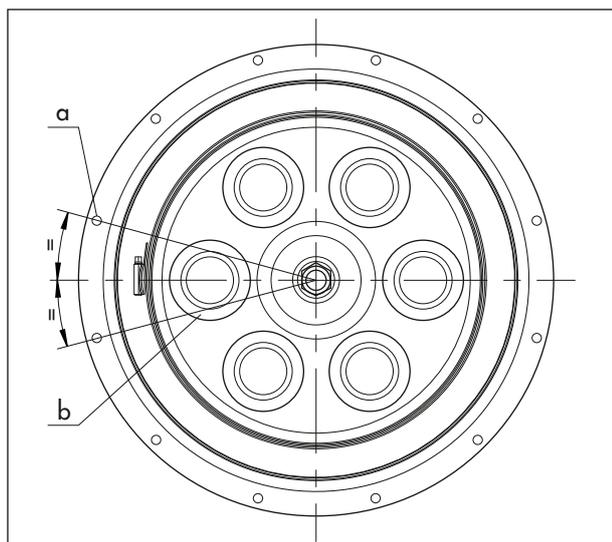

Рис. 24: Выравнивание мембраны
5. Натяните новую мембрану (A4). Убедитесь, что мембрана правильно выровнена относительно тарелки мембраны. Воображаемая линия между двумя противоположными центрами пружин в тарелке мембраны должна располагаться по центру между двумя крепежными отверстиями в мембране (см. Рис. 24).
350 и 700 см²: вращайте винт замка-фиксатора ленточного хомута, пока между мембраной (A4) и ленточным хомутом (A6) не останется зазор в несколько миллиметров. Поместите упор (A19) под замок-фиксатор ленточного хомута и выровняйте его (см. Рис. 24). Затяните винт на замке с помощью подходящего инструмента. Соблюдайте моменты затяжки.
6. Натяните новую мембрану (A4). Убедитесь, что мембрана правильно выровнена относительно тарелки мембраны. Воображаемая линия между двумя противоположными центрами пружин в тарелке мембраны должна располагаться по центру между двумя крепежными отверстиями в мембране (см. Рис. 24).